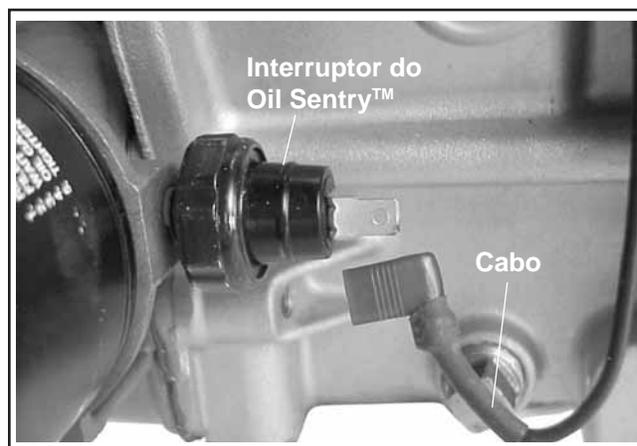

Figura 9-21. Retirar o Interruptor do Oil Sentry™.
2. Retire o interruptor do Oil Sentry™ do adaptador do filtro do óleo ou a secção do adaptador da placa de fecho. Consulte a Figura 9-21.